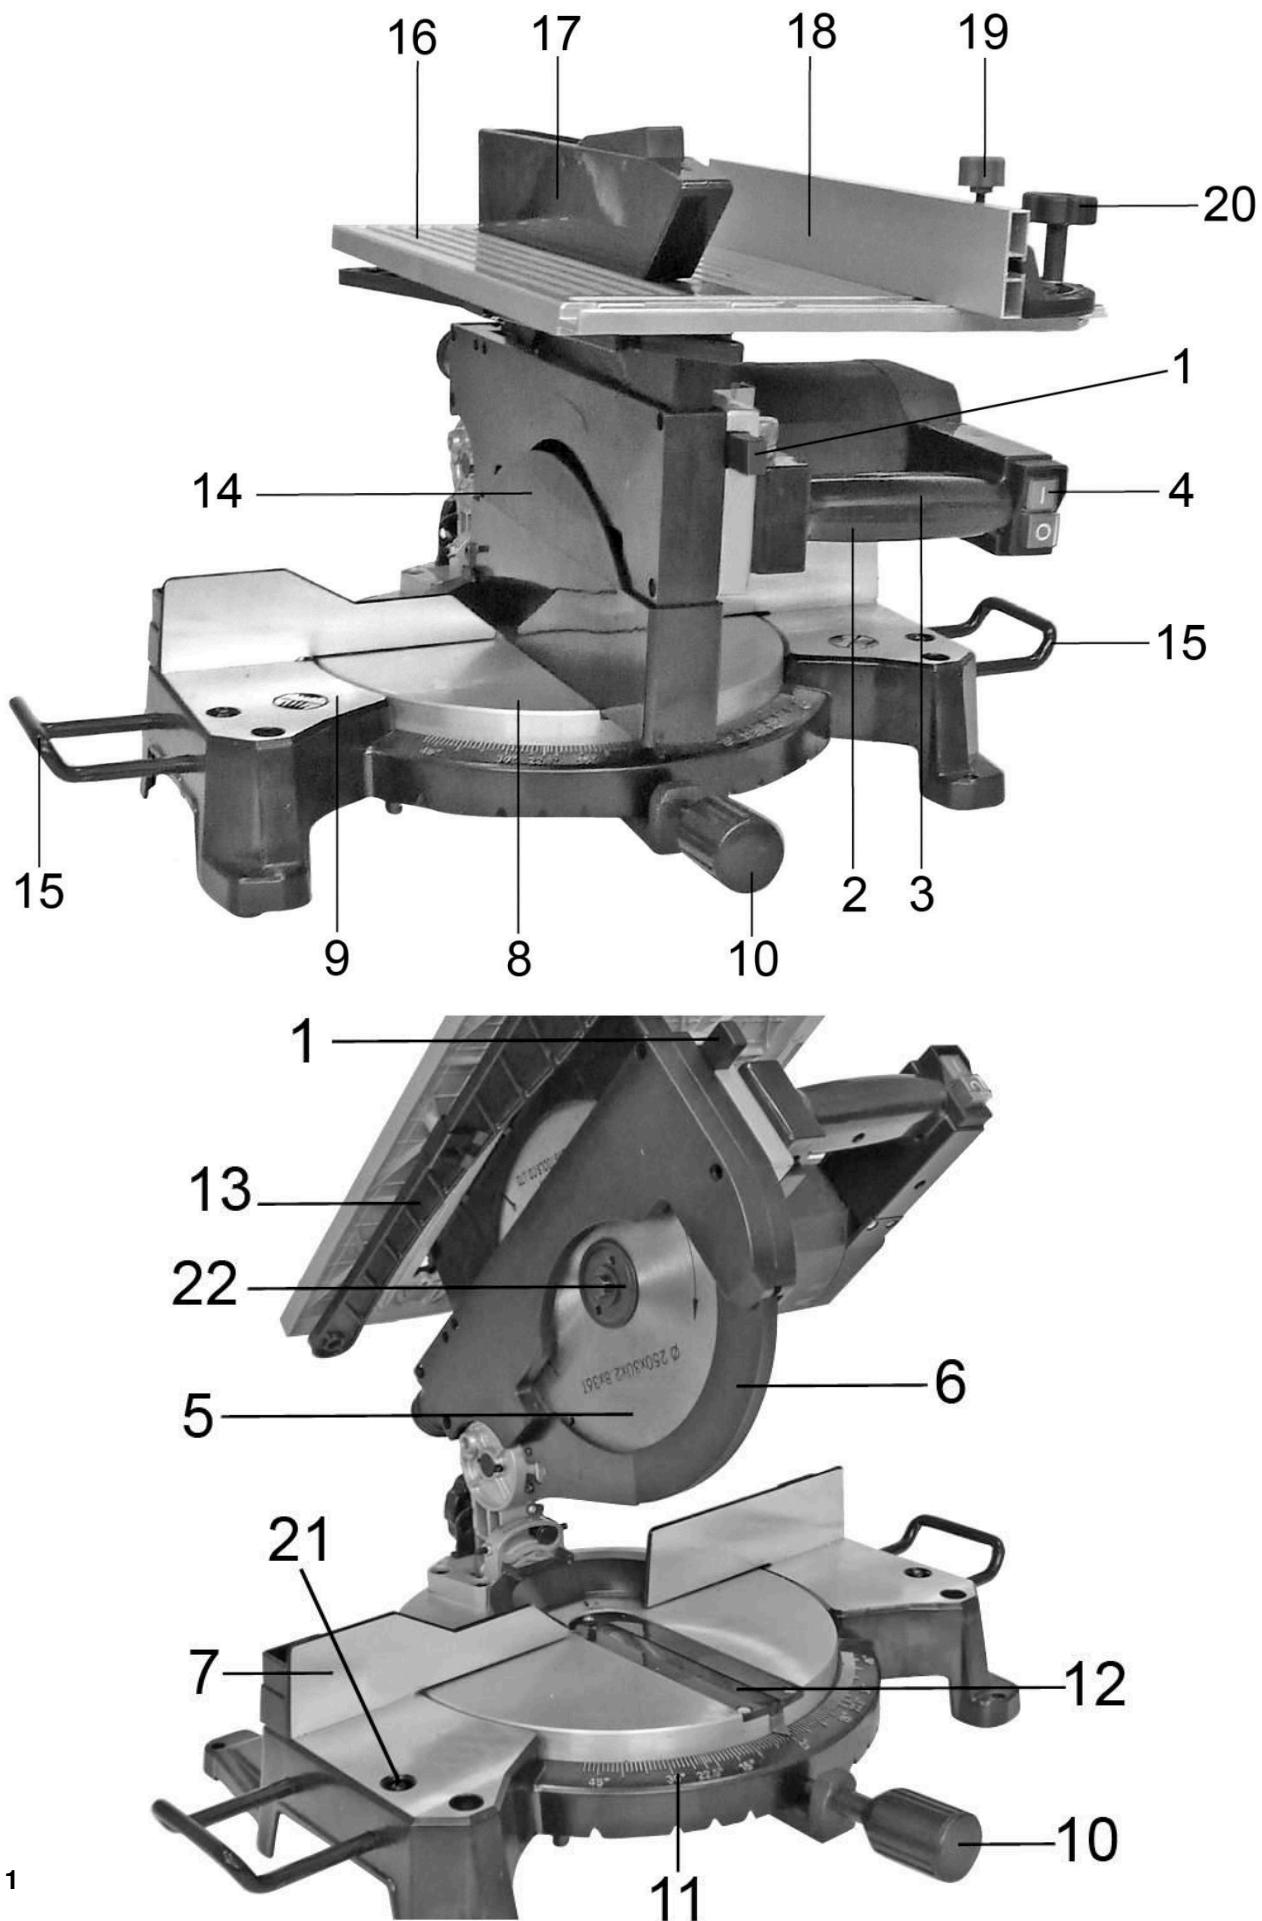
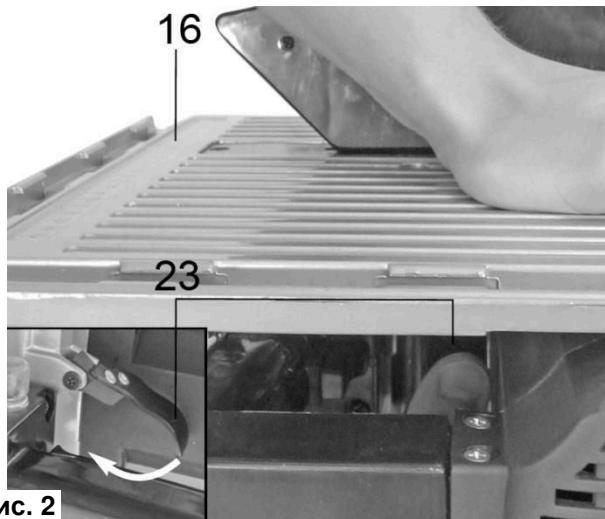
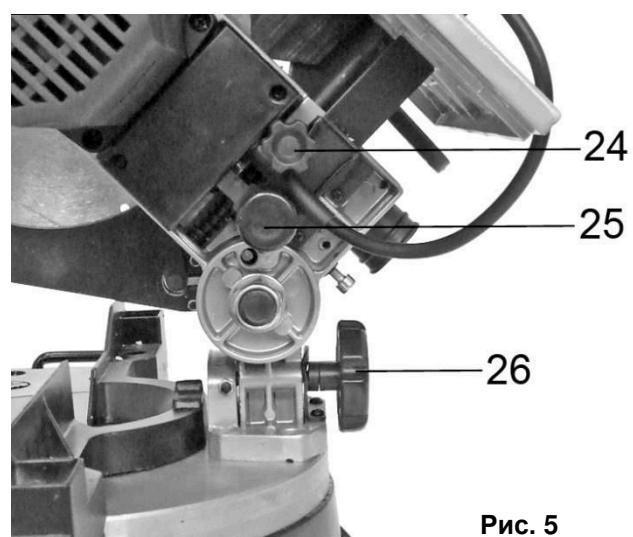

Рис. 1
Рис. 2
Рис. 5
- Для закрепления станина пилы (9)(См. Рис.1) имеет четыре отверстия. Через резьбовые отверстия закрепите основание к поверхности рабочего стола или верстака. Обязательно используйте при креплении плоскую и гровер-шайбу на каждый болт.
- Если размер заготовки от места распиливания до кромки ее конца превышает 50 см, то необходимо установить дополнительные выдвижные опоры (15)(См. Рис.1) в станину пилы.
- Вставьте в посадочные отверстия станины удлинители (15), зафиксируйте их положение винтами фиксации (21)(См. Рис.1).
- Для приведения пилы в верхнее положение отожмите рычаг фиксации (23) положения верхнего распиловочного стола (16)(См. Рис.2). Стол под воздействием пружины поднимется вверх, закрыв собой верхнюю кромку пильного диска.
- После этого, возьмите пилу одной рукой за рабочую рукоятку и слегка нажмите вниз, одновременно с этим другой рукой отожмите фиксатор (25) на себя, как показано на рисунке 3. Пила разблокируется и поднимется вверх.
- Возможно, потребуется немного ослабить винт фиксации наклона пилы (26), винт фиксации распиловочного стола (24)(См. Рис.5).
- Нажмите на кнопку-блокиратор (1)(См. Рис.1) и потяните пилу вниз. После зафиксируйте положение консоли пилы в сложенном состоянии, нажав на фиксатор (25)(См. Рис.5). Так же рекомендуется плотно затянуть соединение остальных винтов-фиксаторов.
- Пластиковый верхний защитный кожух (17)(См. Рис. 1; 6) служит для защиты пользователя от пильного диска при использовании пилы в качестве стационарного дискового распилочного станка.
- Пластиковый верхний защитный кожух (17) устанавливается на стальном держателе - расклинивающем ноже, который обеспечивает развод распиленной заготовки в сторону и свободу вращения пильного диска.
- Приведите пилу в верхнее положение согласно инструкции. При приведении торцовочной пилы в верхнее рабочее положение сетевой выключатель (4)(См. Рис.1) блокируется.
- Рукоятка пилы (3) с внутренней стороны имеет специальную пусковую клавишу (2). В верхнем рабочем положении именно выключатель (2)(См. Рис.1) отвечает за включение / выключение пилы.
- Перед нажатием клавиши пускового выключателя (2), расположенной на рабочей рукоятке (3)(См. Рис.1), убедитесь, что пильному диску ничего не мешает, и он имеет свободное вращение.
- Для включения пилы** нажмите на пусковую клавишу (2)(См. Рис.1). Подождите, пока пильный диск наберет максимальное количество оборотов.
- После этого нажмите на клавишу-блокиратор (1) и потяните консоль пилы за рукоятку (3)(См. Рис.1) на заготовку вниз, пока пильный диск не совершит необходимый пропил.
- Для выключения пилы** – отпустите клавишу выключателя (2) и верните консоль пилы в исходное верхнее положение.
- Приведите пилу в нижнее положение согласно инструкции. При складывании торцовочной пилы в нижнее рабочее положение сетевой выключатель (2), расположенный на рабочей рукоятке (3)(См. Рис.1) блокируется.
- В нижнем рабочем положении кнопочный двухпозиционный сетевой выключатель (4)(См. Рис.1) отвечает за включение / выключение пилы.
- Для включения пилы нажмите на зеленую пусковую кнопку (4)(См. Рис.1). Приведите ее положение «1» (ВКЛ / ON). Подождите, пока пильный диск наберет максимальное количество оборотов.
- Для выключения пилы – нажмите на красную выключателя (4). Приведите ее положение «0» (ВЫКЛ / OFF).
- Для изменения глубины пиления требуется отрегулировать высоту верхнего распиловочного стола (16)(См. Рис.1; 8)
- Для изменения положения стола отожмите рукоятку фиксации (23)(См. Рис.2). Под воздействием пружины стол поднимется в верхнее положение.
- Для фиксации положения стола – закрепите пружинный фиксатор (23)(См. Рис.2) нажав на него.
- Для регулировки поворотного стола необходимо ослабить рукоятку фиксации (10)(См. Рис.1) поворота стола.
- Для изменения угла наклона пилы, удерживая пилу за рукоятку в верхнем положении, ослабьте установку винта фиксации наклона пилы (26)(См. Рис.5).
- Закрепите выбранное положение пилы, затянув винт фиксации наклона пилы (26)(См. Рис.5).